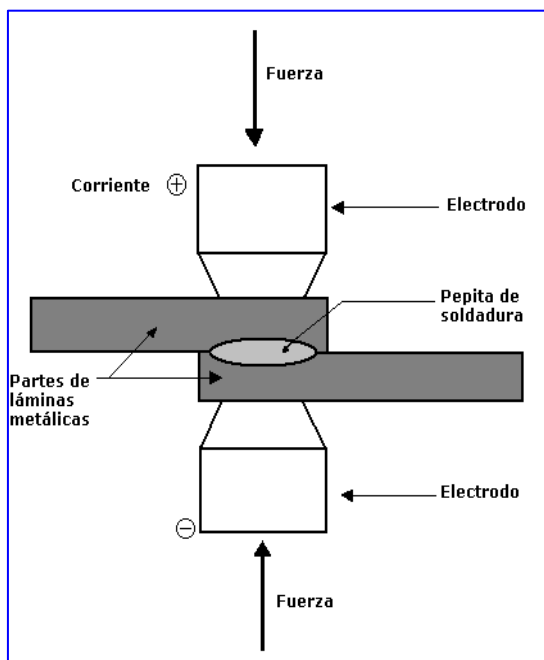

Figura 10. Componentes de la soldadura por resistencia
- El tercer número del símbolo indica las posibles posiciones de soldar (ver sección 2.6. Figura 10). Para este propósito, se usan tres números (1, 2 y 3). Donde, el número 1 es para un electrodo que puede ser utilizado en cualquier posición. El número 2 representa un electrodo restringido para soldadura en posiciones horizontal y/o plana. El número 3 representa un electrodo para uso en la posición plana, solamente